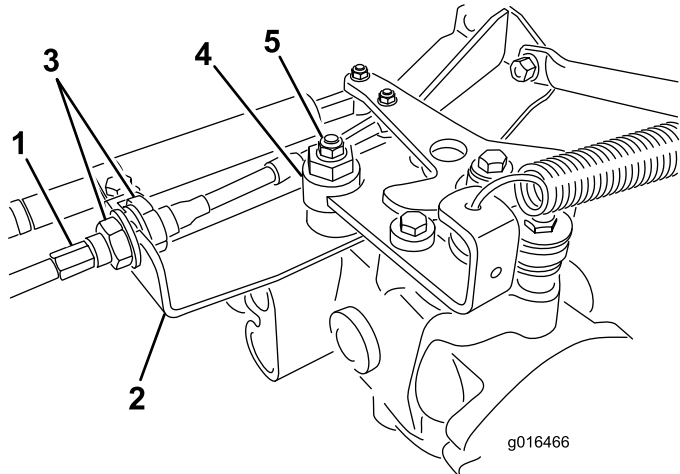

Bild 43
- A. Lösen Sie beide Klemmmuttern, mit denen der Fahrtriebs-Bowdenzug am Schott am Hydrostat befestigt ist (Bild 43). Achten Sie darauf, dass die Klemmmuttern gleichmäßig gelockert sind und eine ausreichende Einstellung ermöglichen.
Hinweis: Lösen Sie die Mutter, mit der der Exzenter oben am Hydrostat befestigt ist (Bild 43).
- E. Ziehen Sie die Mutter fest, wenn sich das Rad nicht mehr dreht, um den Exzenter und die Einstellung zu arretieren (Bild 43).
- G. Ziehen Sie die Sicherungsmuttern, mit denen der Bowdenzug am Schott befestigt ist, gleichmäßig von der Innenseite des Schotts fest (Bild 43). Verdrehen Sie nicht den Bowdenzug.